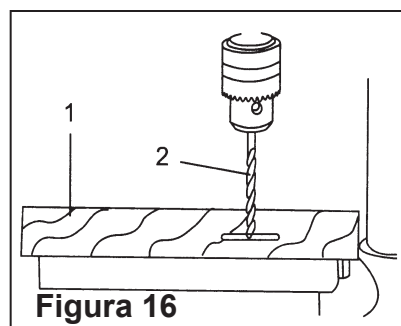

Figura 16
### Pieza método (Figura 16 y 17)
- Marca la profundidad (2) del agujero en el lateral de la pieza. (1)(Figura 16).
- Con el interruptor "OFF", traerá la broca (2) hacia abajo hasta la punta del dedo es incluso con la marca (Figura 16).